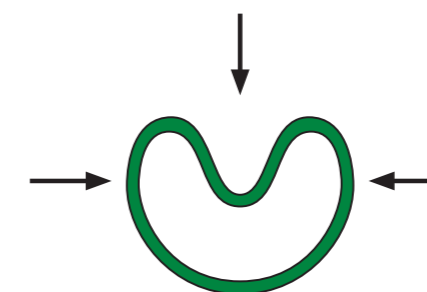

Fig. 2
- una volta posizionato l'elemento in PTFE questo può essere riportato alla sua forma originale tramite l'utilizzo di un attrezzo cilindrico con smussi doppi rispetto a quelli del cilindro originale (fig. 2);